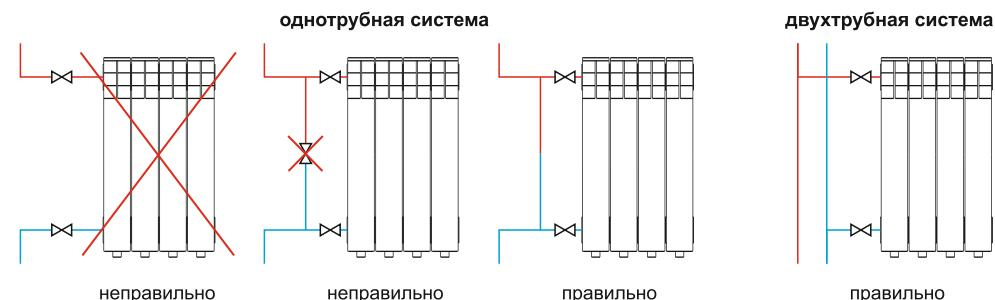

рис. 2. Установка запорно - регулирующей арматуры
- устанавливать в однотрубных системах многоэтажных домов любую запорную или запорно-регулирующую арматуру при отсутствии перемычки (байпаса) между подающей и обратной магистралью трубопровода (рис. 2) и устанавливать какую-либо запорную арматуру на байпасе между подающей и обратной магистралью трубопровода;